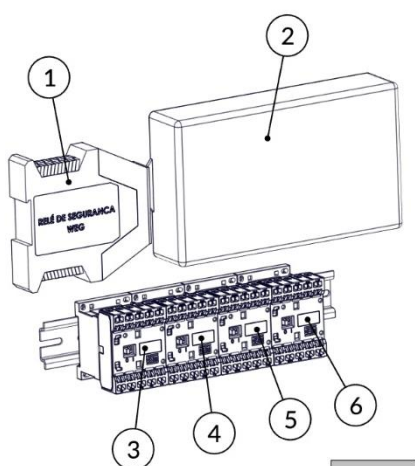
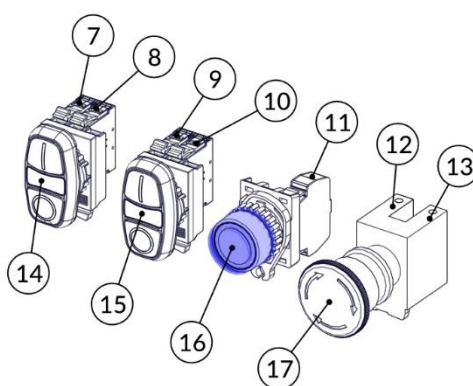

FIG. 12
FIG. 13
- c) Inspeccione todo o conjunto de comandos (contatores (FIG. 12), relé de segurança (FIG. 12), chaves de acionamentos (FIG. 13) e chicote elétrico) e verifique se há contaminação destes componentes por agentes externos agressivos ao sistema, tipo: sabão, água, insetos, etc. Verificar também a integridade dos cabos elétricos e seus terminais elétricos. Caso haja contaminação do sistema, deve-se proceder a troca do componente degradado.
Sensor de segurança duplo canal (Fig. 12)